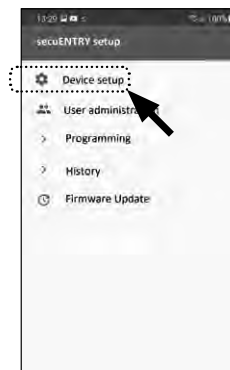

Abb. 7
- Tippen Sie in dem Folgemenu auf „*Device Setup*“ (Abb. 7). Hier können Sie *secuENTRY* Einheiten der App hinzufügen und einrichten.